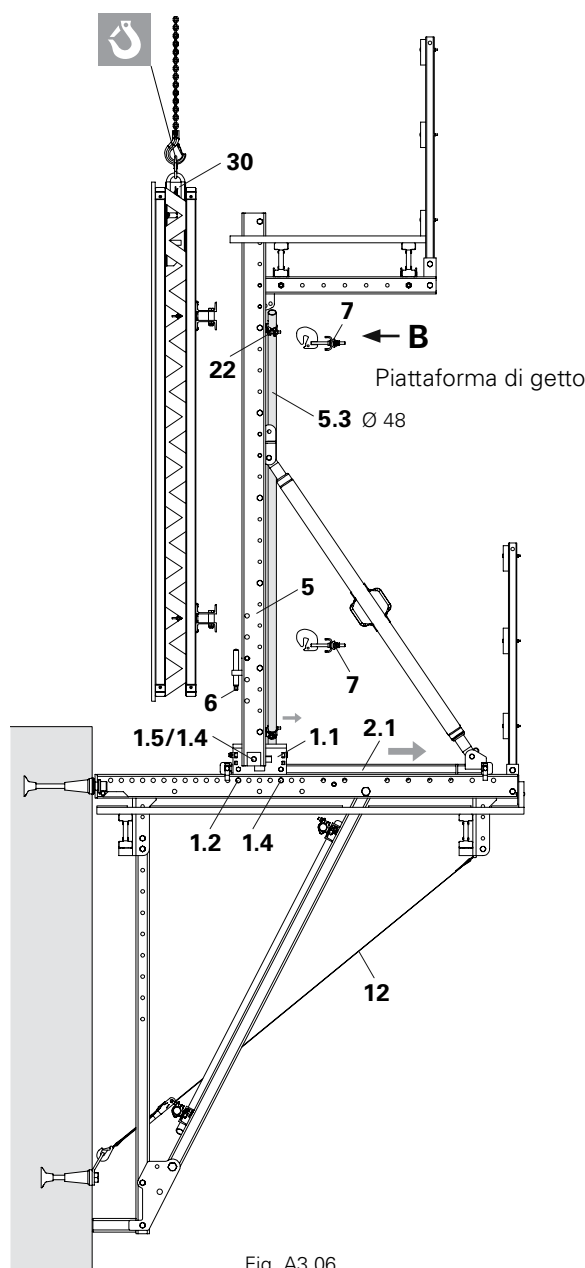

Fig. A3.06
- Rimuovere l'attacco fissaggio corrente (7) (4x).
- Inserire l'attacco fissaggio corrente (7) e assicurare la cassaforma ai correnti verticali (4x).
- Rimuovere la staffa di sollevamento (30) dalla cassaforma.
- Il punto di attacco per movimentare l'unità di ripresa si trova all'estremità del corrente verticale. (Fig. A3.06)